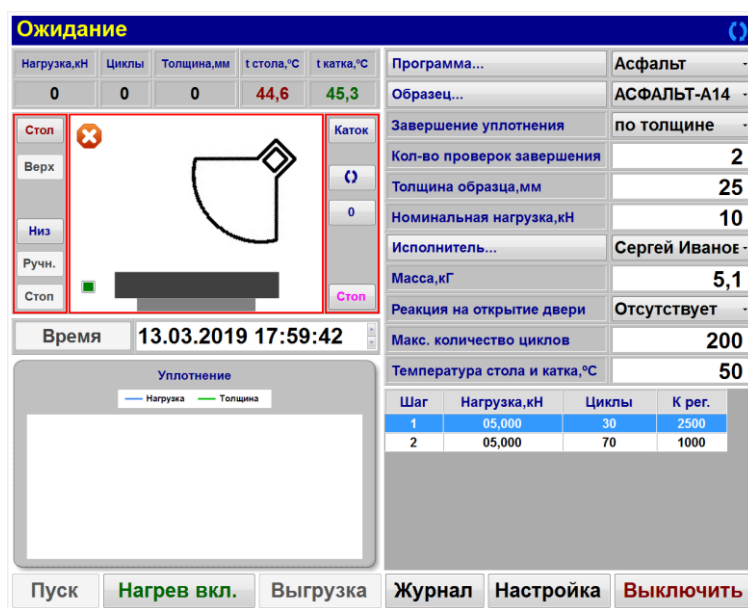

Рисунок 6 – Окно «Ожидание»
4.5.1.1 После заполнения формы смесью и задания условий уплотнения, необходимо нажать клавишу **«Пуск»**. При этом включается двигатель привода подъема стола, и выполняется подвод образца к секторному катку (см. рисунок 6).